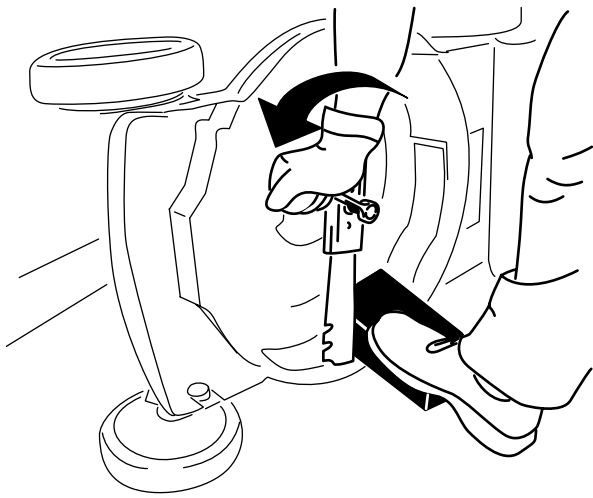

Figure 33
- Immobilisez la lame avec un morceau de bois (Figure 33).
4. Déposez la lame mais conservez les fixations (Figure 33).